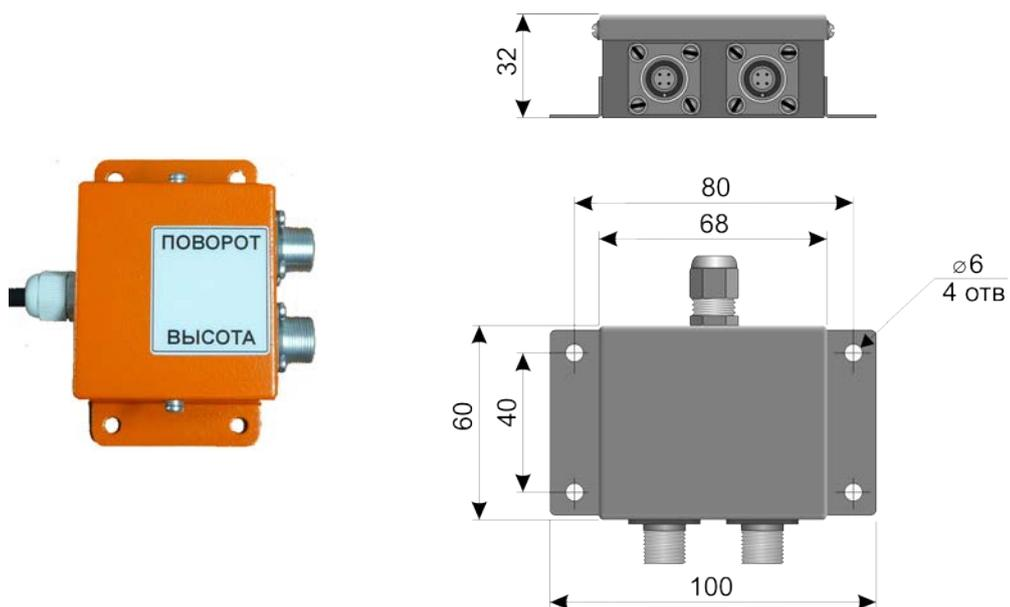

Рис. 10
6.10. Концентратор нижний, рис.10, размещается на нижней (поворотной) платформе крана, как правило - в одном из электрошкафов, и обеспечивает коммутацию датчиков (датчик азимута и датчик высоты подъёма крюка), размещенных на нижней поворотной платформе крана, в кабель, идущий к концентратору верхнему.